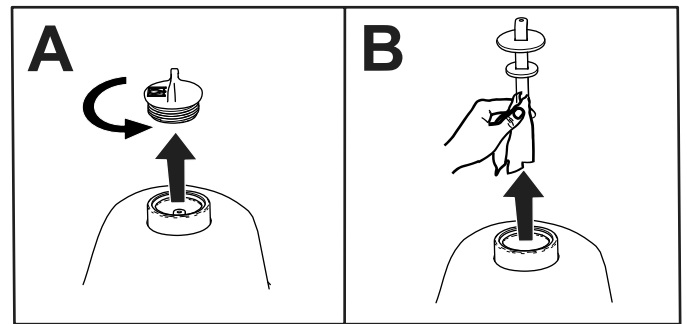

Figura 83
2. Îndepărtați bușonul de la rezervorul hidraulic (Figura 83).
3. Îndepărtați joja de la rezervorul hidraulic și tergeți-o cu o lavetă curată (Figura 83).